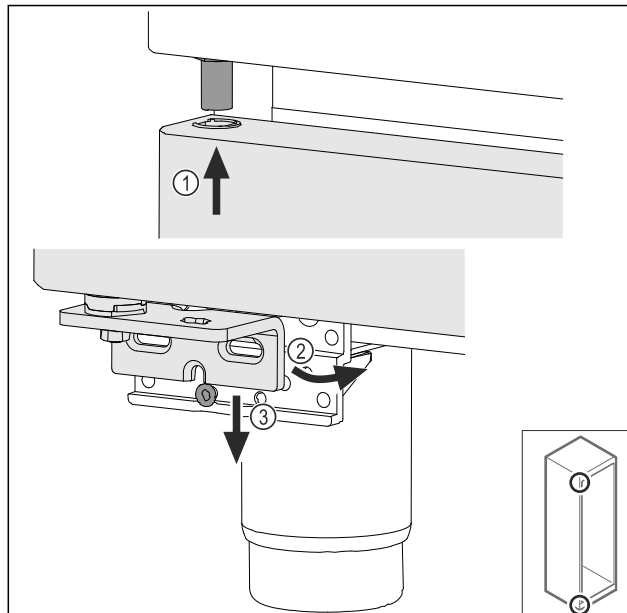

Fig. 70
- ▶ Umetnite vrata lagano nagnuta gore Fig. 70 (1), poravnajte vrata Fig. 70 (2) i dolje ih postavite na vijak podloška ležaja Fig. 70 (3).